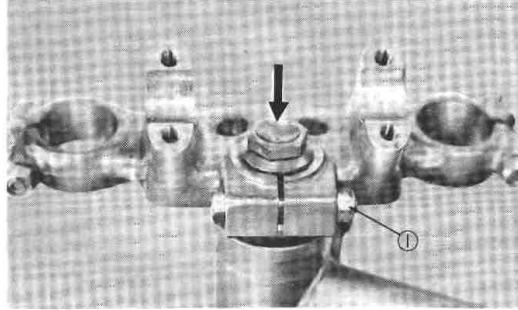

Fig. 5-8-3
8. Loosen stem pinch bolt. (Fig. 5-8-3)
9. Remove stem fitting bolt and crown washer. (Fig. 5-8-3)
8. Desserrez le boulon du collier de serrage de la tige. (Fig. 5-8-3)
9. Retirez le boulon de la tige et la rondelle. (Fig. 5-8-3)